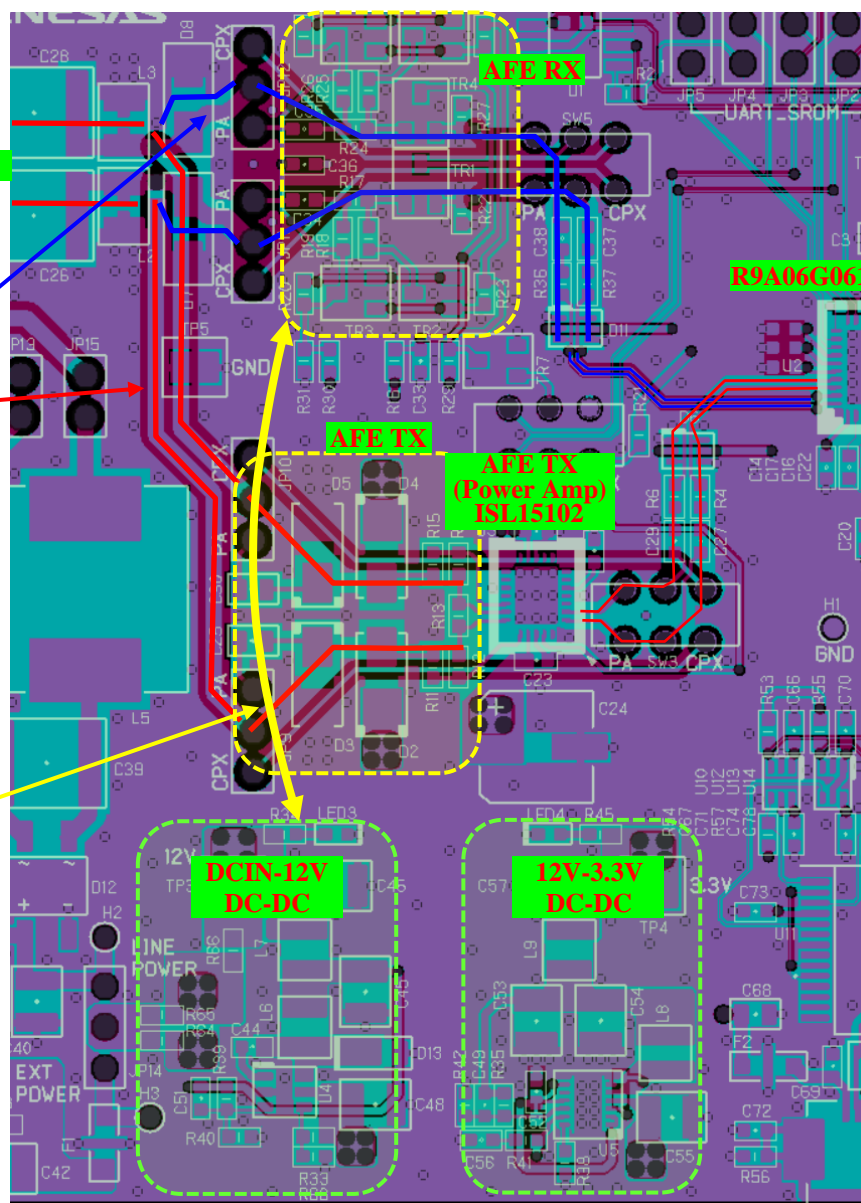

Figure 3-11 R9A06G061-AFE TX/RX-DC IN 間の配線経路例
- DC IN/PLC signal 端子-AFE RX-R9A06G061 間の受信信号ラインは、差動信号となる為、可能な限り等長配線で最短かつバランスを考慮した部品配置及び配線にしてください。但し、電源回路との干渉のリスクがある場合は、電源回路と距離を優先してください。（接続例を Figure 3-11 に示します）